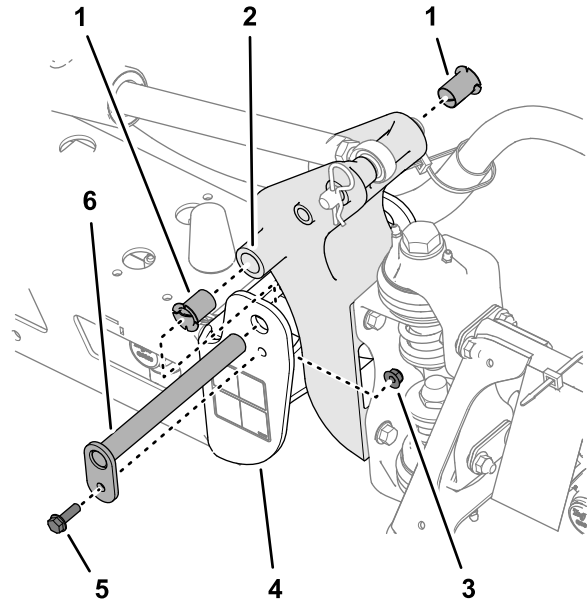

Figure 150
3. Retire el perno y la tuerca que sujetan el pasador de giro y retire el pasador (Figure 150).
5. Retire los casquillos de nailon desde delante y desde detrás del soporte de giro e inspecciónelos (Figure 150).
6. Lubrique los casquillos de nylon con una pequeña cantidad de aceite, e instale los casquillos en el soporte del giro (Figure 150).
7. Alinee los taladros del soporte de giro con los los taladros del canal final (Figure 150).